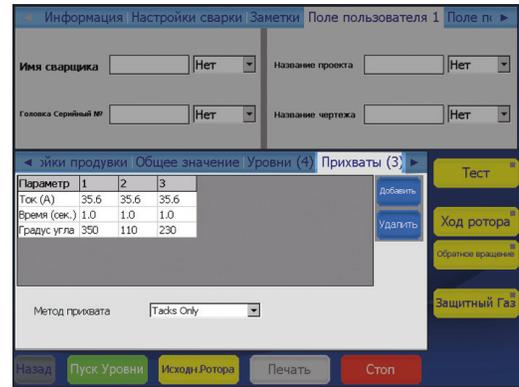

Рис. 30 — Вкладка Tacks (Прихваты)
Tacks (X) (Прихваты) (Рис. 30)	<p>Источник питания M200 поддерживает процедуры сварки с прихватами — точечными сварными швами без провара, которые применяются для фиксации изделий на месте. Количество в скобках показывает число прихватов, заданных для процедуры сварки.</p> <p>Способ прихвата выбирается из вариантов в раскрывающемся списке, расположенном рядом с полем User (Пользователь):</p> <p>Automatic (Автоматический) При нажатии расположенной на вкладке Process (Процесс) кнопки Start (Пуск) будет выполнен весь выбранный технологический процесс сварки.</p> <p>Tacks Only (Только прихваты) Будут выполнены только те части выбранного технологического процесса сварки, в которых осуществляются прихваты. После возврата пользователя на вкладку Process (Процесс) под изображением «Сварочная головка установлена» появится кнопка Start Tacks (Выполнить прихваты). Чтобы выполнить прихваты, нажмите эту кнопку. На месте кнопки Start (Пуск) появится кнопка Start Levels (Выполнить уровни). Нажмите эту кнопку, чтобы приступить к выполнению оставшейся части процесса сварки.</p> <p>Чтобы добавить прихваты, нажмите на верхнюю часть столбца, чтобы его выделить, а затем кнопку Add (Добавить) в правой части окна. Новый столбец с копией данных выделенного столбца будет добавлен после выбранного столбца. Повторите это действие для дополнительных прихватов.</p> <p>Чтобы удалить прихваты, нажмите на верхнюю часть столбца или столбцов, чтобы их выделить, а затем кнопку Delete (Удалить) в правой части окна.</p> <p>Для ввода или изменения параметра используйте экранную клавиатуру.</p> <p>Более подробную информацию о процедурах сварки с прихватами см. на стр. 65.</p>